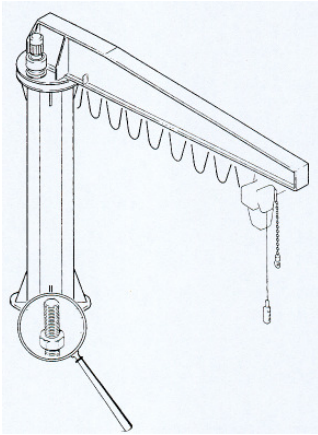

fig.11
- Accertare l'assenza di difetti palesi delle strutture di sostegno/fissaggio (fig.11);